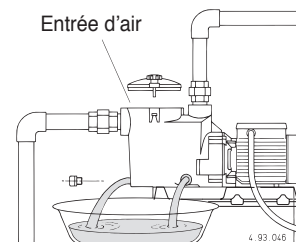

Fig. 4 Vidange
**En cas d'arrêts prolongés ou risque de gel, vidanger la pompe complètement par les deux bouchons de vidange avec les joints toriques réutilisables (fig. 4).**
Avant un éventuel démontage vider le corps de pompe (voir fig. 4 et chap. 13.). Pour le démontage et le remontage observer la construction sur le dessin en coupe (chap. 15.).